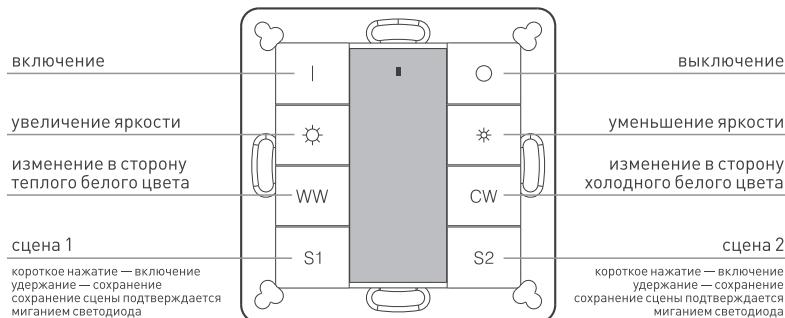

Рисунок 2. Назначение кнопок.
3.9. Проверьте управление с панели (Рисунок 2).